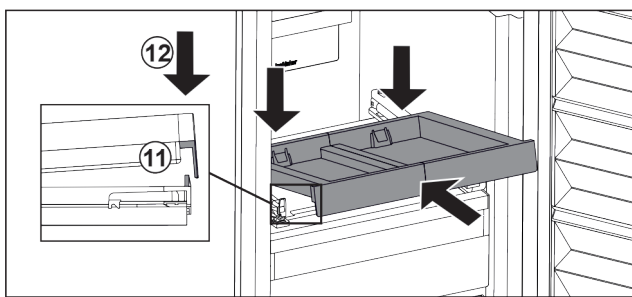

Fig. 108
- ▶ Inserire in modo inclinato. Assicuratevi che l'arresto sia dietro la linguetta su entrambi i lati. Fig. 108 (11)
- ▶ Abbassare il ripiano estraibile nella parte anteriore. Fig. 108 (12)